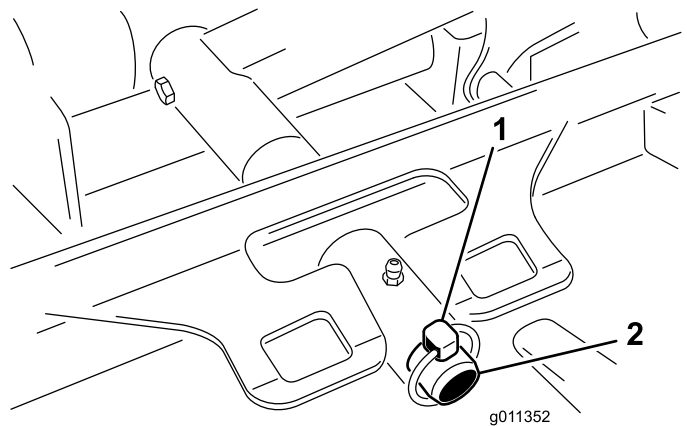

Figura 82
3. Retire el pasador de seguridad o la tuerca de retención (Groundsmaster 4700 solamente) que sujeta el bastidor de tiro de la carcasa a la barra de giro del brazo de elevación (Figura 82).
3. Deslice el bastidor de tiro de la carcasa sobre el pasador de giro del brazo de elevación. Sujételo con un pasador de seguridad o una tuerca de retención (Groundsmaster 4700 solamente) (Figura 82).